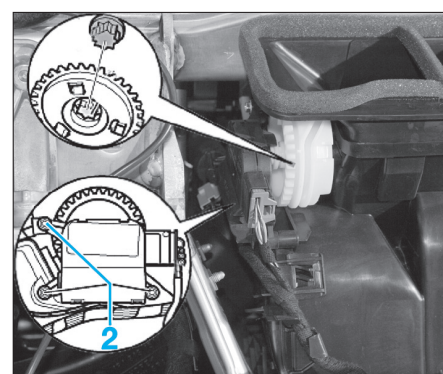

Fig. 29
- Débrancher le connecteur (1) du servomoteur (Fig.29).